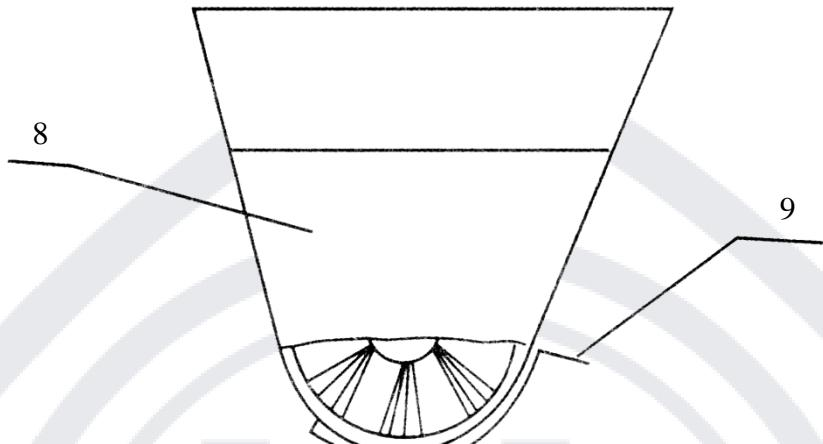

Рис. 6
- 2) Если имеются повреждённые пельмени, это означает, что в тесте присутствуют твёрдые частицы, такие как зёрнышки и ли подобные, которые застревают в форсунке и разрезают тестовый рукав. В этом случае следует остановить машину, отвернуть гайку (10), увеличив толщину теста. Затем необходимо запустить машину, чтобы застрявшие частицы вышли или полностью разобрать форсунку для их извлечения. Машину следует содержать в чистоте, не оставляя засохших остатков теста.\
- 3) Если пельмени прилипают к формующей матрице, необходимо проверить что количество муки достаточно, и она сыпется равномерно. Если муки для посыпки мало, отрегулируйте заслонку (9) (см. рис. 6). Также необходимо убедиться в том, что мука